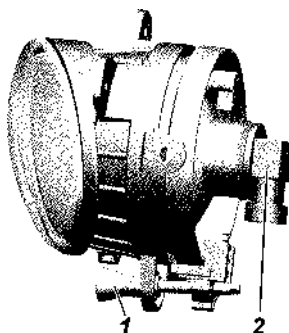
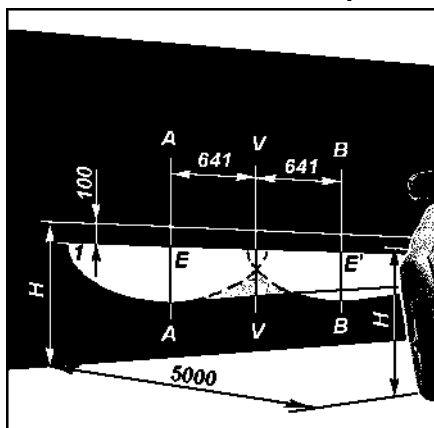

Рис. 9.32. Противотуманная фара:
Рис. 9.33. Разметка экрана для регулировки противотуманных фар:
**Противотуманные фары.** Регулировка противотуманных фар осуществляется винтом 1 (рис. 9.32) при помощи ключа S=5 или Torx T20. Установите фару в положение, при котором светотеневая граница совпадает с линией 1 (рис. 9.33).
Для замены ламп противотуманных фар отсоедините колодку жгута проводов 2 ( рис. 9.32) от лампы, поверните против часовой стрелки и выньте лампу.